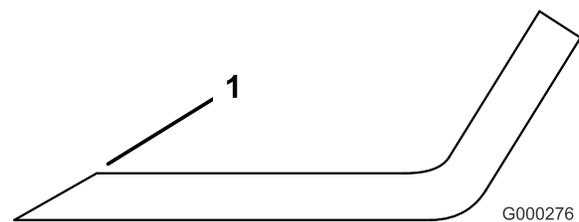

Figure 32
3. Examinez les tranchants de toutes les lames et aiguiser-les s'ils sont émoussés ou ébréchés. N'aiguiser que le haut du tranchant et conservez l'angle de coupe d'origine pour obtenir une coupe nette (Figure 32). Limez la même quantité de métal sur chacun des deux tranchants pour ne pas déséquilibrer la lame.